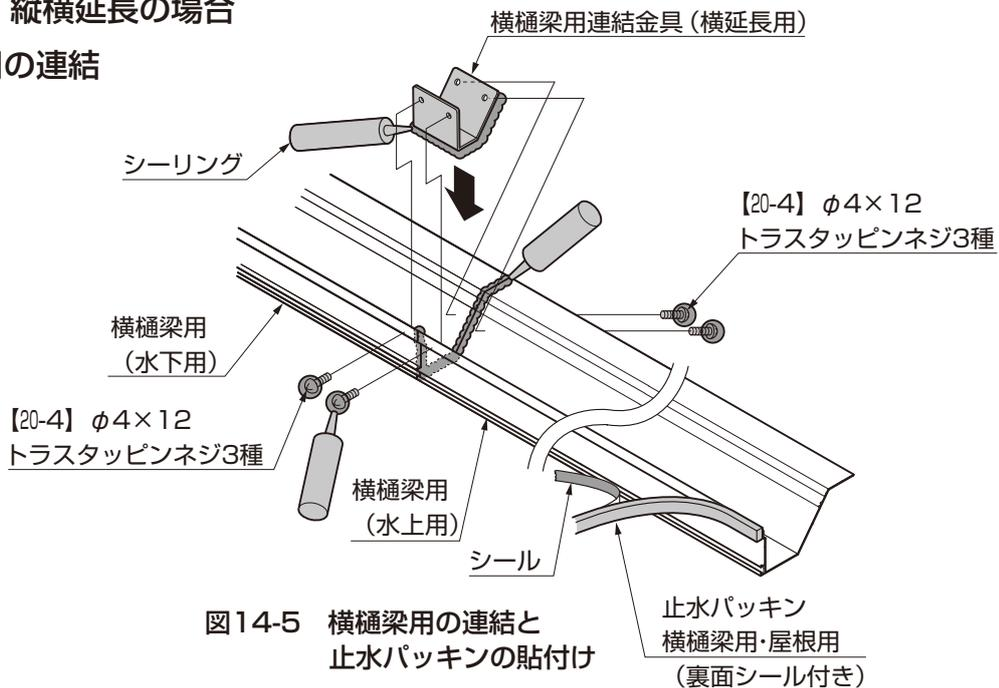

図14-5 横樋梁用の連結と止水パッキンの貼付け
②横樋梁用 (水上用) と横樋梁用 (水下用) を横樋連結金具と【20-4】で連結してください。(図14-5参照)
③横樋梁用に止水パッキン横樋梁用・屋根用の裏面シールをはがして貼付けてください。(図14-5参照)
●横樋梁用連結金具は必ずシーリングをしてください。雨漏りの原因となります。(図14-5参照)